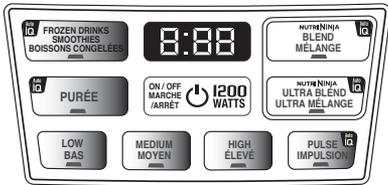

Fig. 6
**REMARQUE:** Nutri NinjaMC | NinjaMD Blender DuoMC avec la technologie AUTO-iQMC peut détecter lequel des récipients est dans le bloc-moteur. Les indicateurs de fonction s'illumineront selon le récipient que vous placez sur la bloc-moteur. (Fig. 6)
- 8 Une fois la consistance réalisée, appuyez sur le bouton d'alimentation pour arrêter l'appareil. Tournez le gobelet Nutri NinjaMC dans le sens antihoraire et tirez-la vers le haut pour l'enlever. (Fig. 5, Fig. 6)